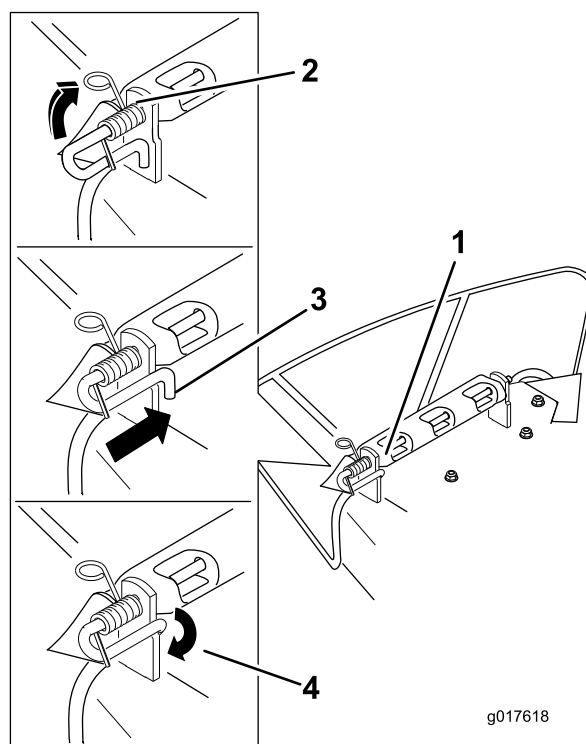

Рисунок 80
4. Установите новый отражатель выброса так, чтобы концы кронштейнов находились между приварными кронштейнами на деке, как показано на Рисунок 80.
6. Расположите пружину на стержне так, как показано на Рисунок 80, чтобы более короткий конец пружины выходил из-под стержня перед его изгибом и проходил над стержнем в месте выхода из изгиба.
7. Поднимите конец пружины, имеющий петлю, и поместите его в выемку на кронштейне отражателя (Рисунок 80).
8. Закрепите узел стержня и пружины, закрутив его таким образом, чтобы короткий конец стержня находился за передним кронштейном, приваренном к деке (Рисунок 80).